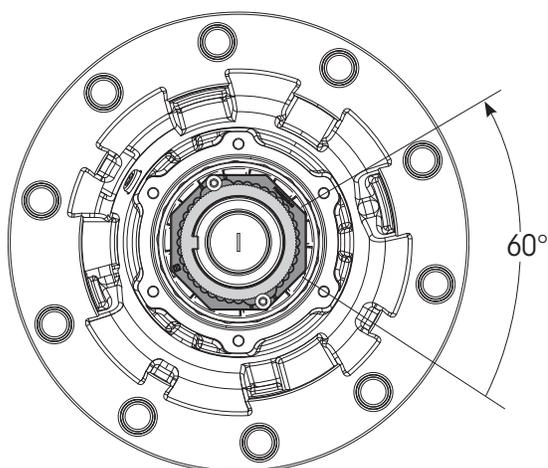

Figura 12: Regrese la tuerca 1/6 de vuelta
8. Regrese la tuerca 1/6 de vuelta (Figura 12, un agujero de tornillo de tapa de maza).